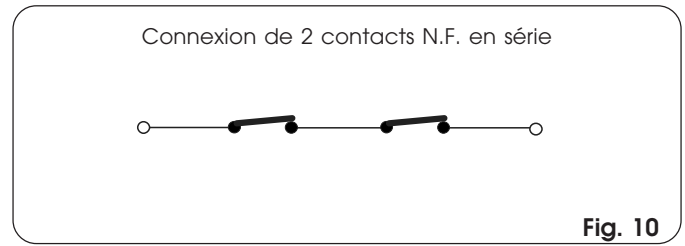

Fig. 10
**N.B.:** si deux ou plusieurs dispositifs avec un contact N.F. ont la même fonction, les connecter en série entre eux (Fig. 10).